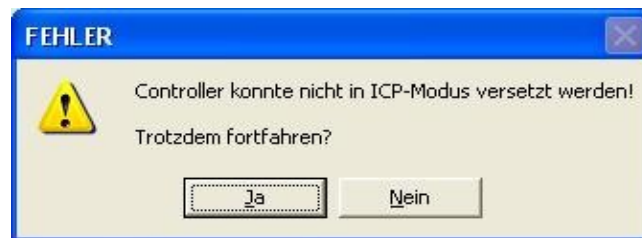

Abb.17
- Meldung (Abb.17) mit „JA“ bestätigen